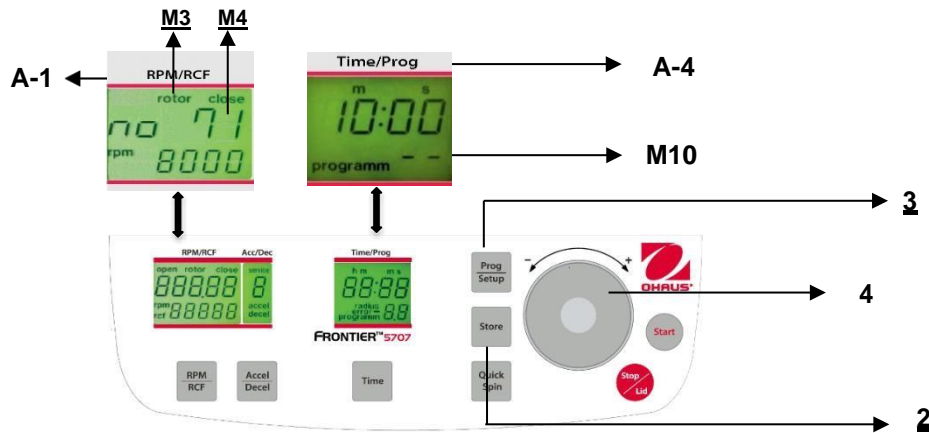

Figure. 23
Pour rappeler des programmes mémorisés, appuyer sur la touche **"Prog/Setup"** (3) (voir la figure 23) alors que le couvercle est déjà fermé. Sur l'affichage **"Time/Prog"** (A-4), le mot **"programm -"** (M10) apparaît. Le numéro de programme désiré peut être présélectionné avec le cadran de réglage (4). Sur les affichages respectifs, les valeurs mémorisées de ce programme apparaîtront.
Pour quitter le mode de programmation, appuyer simplement sur la touche "Prog/Setup" (3) (voir la figure 23). Sur l'affichage "Time/Prog » (A-4), le mot "programm" (M10) apparaîtra.